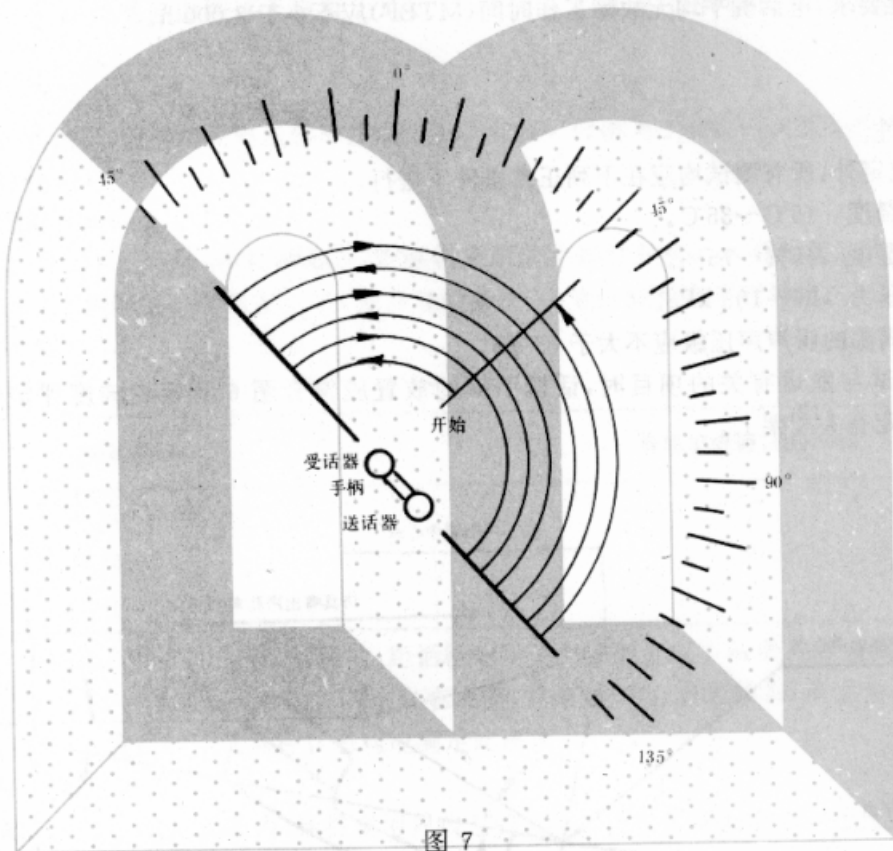

图 7
5.1.6 测试与碳粒送话器有关的项目时,应先按图 7 作准备动作。